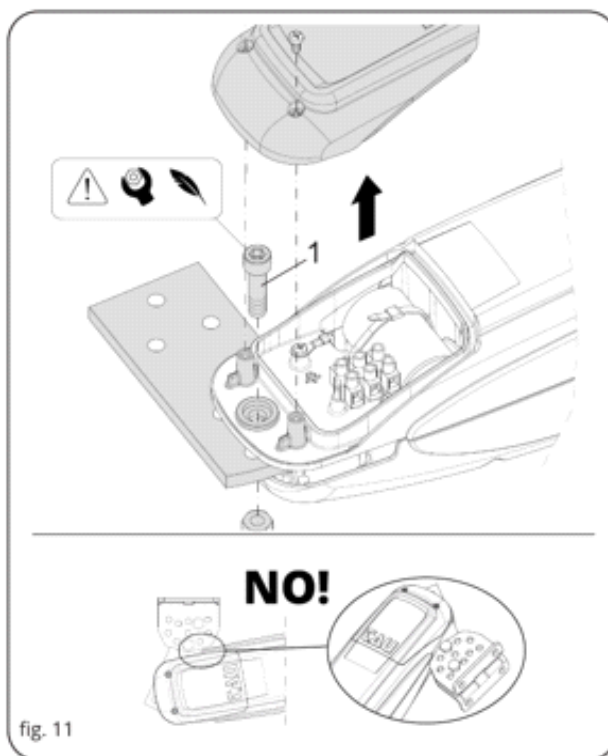

fig. 11
7.	Verwijder het deksel van de klemmenstrook en bevestig de cilinder met de meegeleverde schroef en moer aan de achterste beugel (1 fig. 11).
LET OP: controleer met gesloten vleugel dat het uiteinde van de cilinder de achterste bevestigingsplaat niet raakt (*fig. 11*); pas zo nodig de afstelling aan.
LET OP: controleer bij abnormale trillingen tijdens de werking of schroef nr. 1 van *fig. 11* niet te vast is aangedraaid.